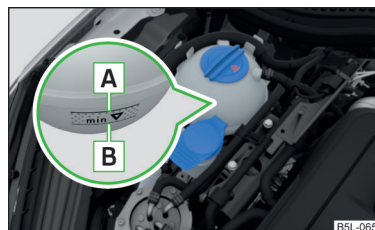

Fig. 162
Vérifier le niveau du liquide de refroidissement - Le niveau du liquide de refroidissement doit être compris entre les repères **A** et **B** » fig. 162. Si le niveau du liquide de remplissage est inférieur au repère **B**, rajoutez du liquide de refroidissement.
Les **spécifications** du liquide de refroidissement sont mentionnées sur l'emballage du liquide de refroidissement » fig. 162.
- Ne versez pas le liquide de refroidissement au-delà de la marque [A] » fig. 162. Le liquide de refroidissement peut être sous pression à cause du chauffage du système de refroidissement, risque d'endommagement des pièces du compartiment moteur.